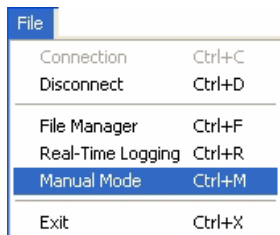

Рисунок 2-9. File->Manual Mode
3. Нажмите *File->Manual Mode* (Рисунок 2-9).